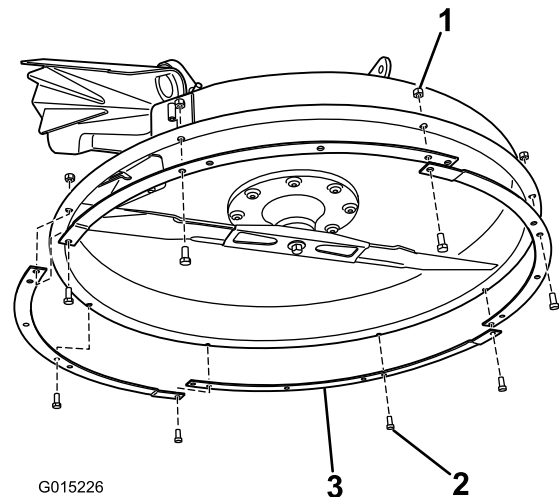

Figura 3
1. Instale los componentes del anillo de la carcasa en la parte inferior del cortacésped (Figura 3).